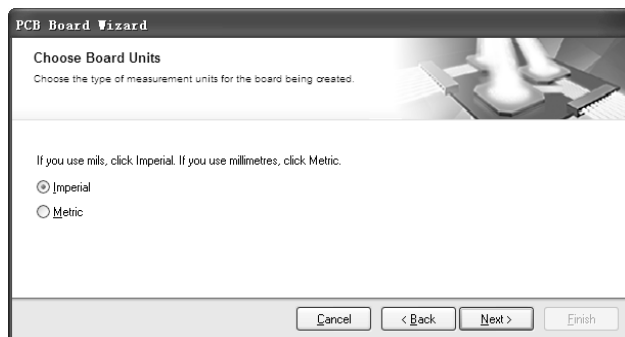

图 6-4-5 PCB 板度量单位设定
(2) 单击【Next】按钮, 出现如图 6-4-5 所示对话框, 对 PCB 板进行度量单位设置。系统提供两种度量单位, 一种是 Imperial (英制单位), 在印制电路板中常用的是 inch 和 mil, 转换关系是 1 inch=1000 mil。另一种单位是 Metric (公制单位), 常用的有 cm (厘米) 和 mm (毫米)。本例选择英制单位。